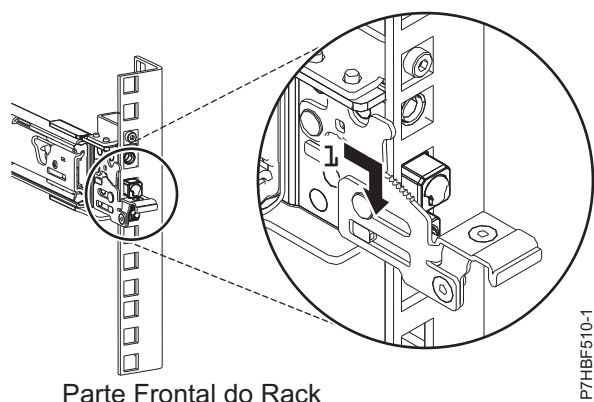

Figura 22. Pinos que são encaixados no trilho frontal do rack
6. Puxe o trilho deslizante para frente e insira os três pinos da frente do trilho nos orifícios na unidade EIA selecionada, que foi marcada anteriormente. Abaixar o trilho deslizante para baixo (1) para encaixar o gancho no pino do meio. Para obter detalhes, consulte Figura 22 na página 23.